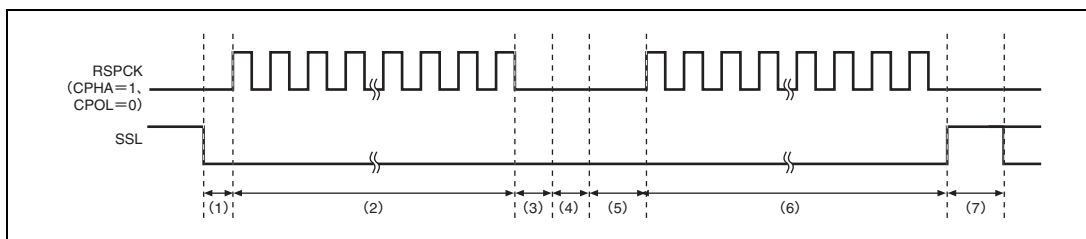

図 17.16 SSLKP ビットを利用したバースト転送動作の例
SSLKP ビットに 1 を設定した SPCMD での SSL 信号出力設定と、次転送で使用する SPCMD での SSL 信号出力設定が異なる場合、本モジュールは次転送のコマンドに対応した SSL 信号のアサート時（図 17.16 の (5)）に SSL 信号状態を切り替えます。このような SSL 信号の切り替えが発生した場合、MISO をドライブするスレーブが競合して信号レベルの衝突が発生する可能性があるので注意してください。